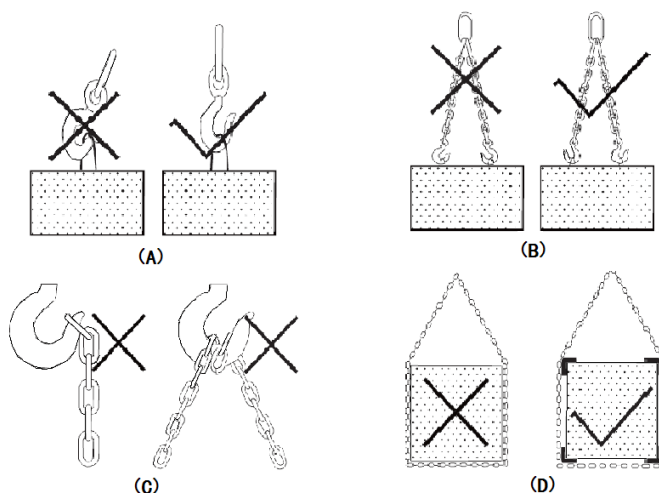

Рис. 14-15 Правильный способ использования цепи
● Груз должен быть подвешен за нижнюю части зева крюка, а не за рог. При подъеме тяжелого груза рог крюка должен смотреть наружу (рис. 14-15).
● Опорное кольцо не должно непосредственно подвешиваться на рог крюка крана или обматываться на крюке (рис. 14-15).
- При подъеме груза с помощью кольцевого цепного стропа края должны быть защищены подкладками для предотвращения повреждения стропа и груза (рис. 14-15).